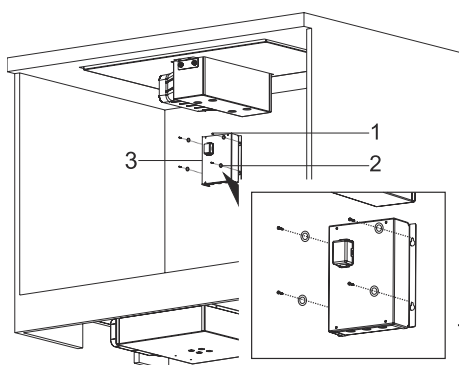

Fig. 13
6. ➔ Montera nu styrboxen inuti skåpet och använd 4 x M4 & 4 x 3,9x22 brickor och skruvar till detta (Fig 13).